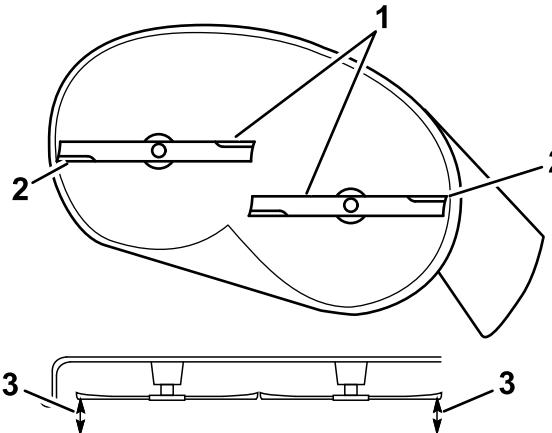

Рисунок 63
5. Измерьте расстояние от наружных режущих кромок до плоской поверхности (Рисунок 63).
- После регулировки проверьте угол наклона в продольном направлении еще раз, продолжайте регулировать с помощью гайки до тех пор, пока конец переднего ножа не будет на 1,6–7,9 мм ниже конца заднего ножа (Рисунок 63).